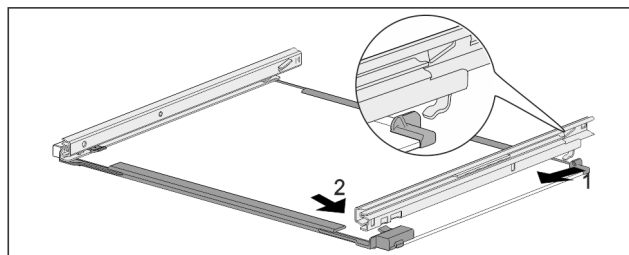

Fig. 181 Steklена plošča z vodili
- ▶ Vodilo obesite na kavelj na zadnji strani. Fig. 181 (1)
- ▶ Vodilo zaskočite na sprednji strani. Fig. 181 (2)